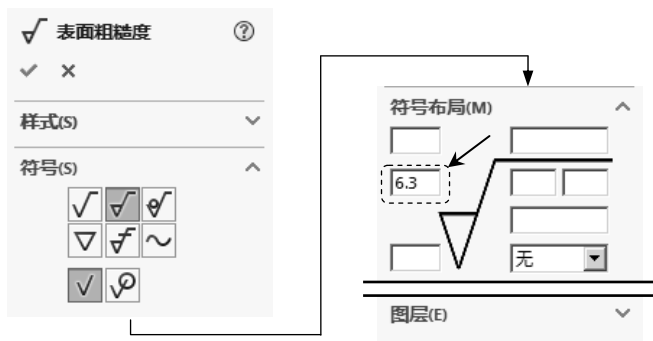

图 10.1.21 “表面粗糙度”对话框
Step2. 设置表面粗糙度参数。在对话框的 **符号(S)** 区域中单击“需要切削加工”按钮 ☒，在图 10.1.21 所示 **符号布局(M)** 区域的文本框中输入粗糙度值 6.3，其他参数采用系统默认设置值。